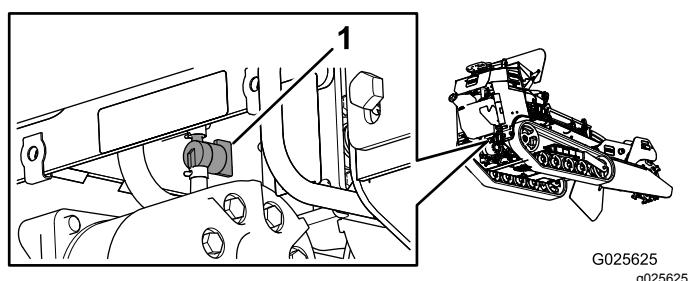

Figura 41
4. Ruotate la valvola di interdizione del carburante in posizione chiusa (Figura 41).
5. Unite premendo le estremità della fascetta stringitubo sul lato del motore dove è posizionata la valvola e allontanatele dalla valvola facendole scorrere sul tubo del carburante (Figura 41).
6. Togliete i tubi del carburante dalla valvola (Figura 41).